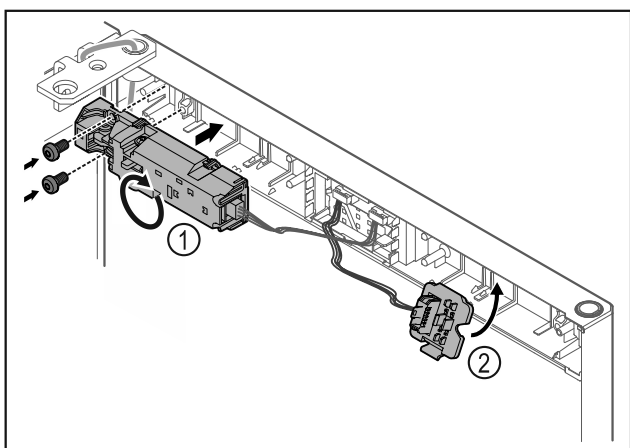

Fig. 18
- ▶ Daljinski zaklepni element Fig. 18 (1) obrnite za 180° in ga prestavite na nasprotno stran.
- ▶ Držalo vtiča Fig. 18 (2) pritrdite na nasprotno stran.